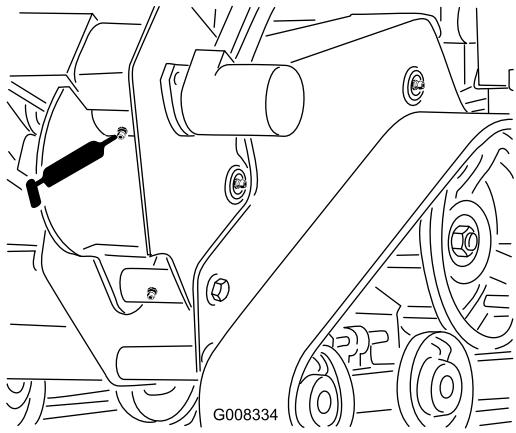

Figura 31
2. Pulite il raccordo di ingassaggio della scocca dello scavafossi con un panno e montatevi un ingassatore a pressione (Figura 31).